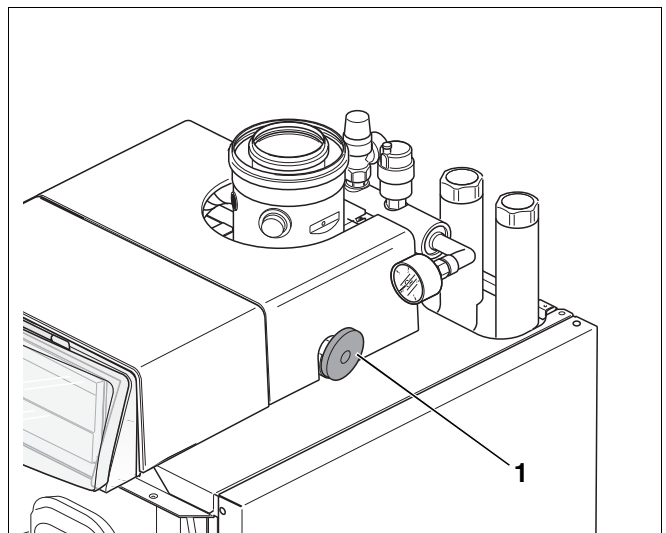

Fig. 5 Oliestophane
- Åbn oliestophanen (fig. 5, [1]), som sidder øverst på kedlen.